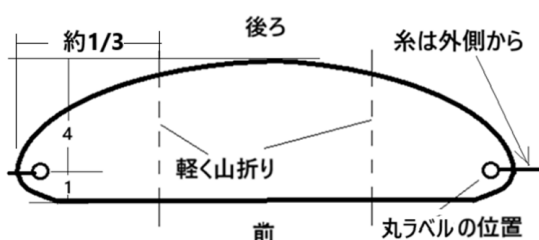

図1 翼の上から見た図
- (1) おもりとなる人形を糸の中央にむすび付けます。
- (2) 翼の両側に、丸ラベルで糸の端を軽くとめます。
- ① 糸は翼の外側から内側へ持ってきます（図1）。
- ② 丸ラベルは翼の前から 1/4 の位置に付けます（図1）。
- (3) 左右の翼の両端から約 1/3 の位置で翼を軽く山折りします（図1, 2）。